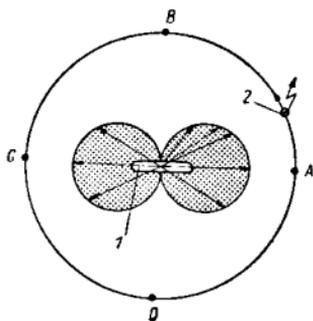

Bild 9. Empfangscharakteristik eines Peilrahmens (1 — Peilrahmen; 2 — Sender, in gleichem Abstand auf einer Kreisbahn um einen Rahmen geführt)
Es gibt jedoch ein verblüffend einfaches Mittel, um schon von einem Standort aus die genaue Richtung zu bestimmen (Seitenbestimmung). Wir haben bisher nur das magnetische Feld für unsere Peilungen herangezogen. Das elektrische Feld kann aber ebenfalls für Empfangszwecke ausgenutzt werden. Eine einfache Stabantenne spricht auf das elektrische Feld an und gibt ebenfalls eine Spannung an unsere Empfänger ab. Schaltet man nun Rahmen- und Stabantenne gleichzeitig an den Empfänger, können die Spannungen beider Antennen zueinander so gerichtet sein, daß sie sich gegenseitig verstärken (Addition zweier gleichgerichteter Komponenten): der Empfang wird lauter. Sie können aber auch einander entgegengerichtet sein und sich so zum Teil oder auch völlig aufheben. In diesem Fall wird der Empfang leiser. Gerade diese Tatsache ermöglicht uns aber die genaue Richtungs- bzw. Seitenbestimmung. Zum besseren Verständnis wollen wir uns an Hand einiger Skizzen klarmachen, wie der Verlauf der Empfangsspannung bei einer Rahmenantenne und bei einer Stabantenne in Abhängigkeit von der Senderichtung aussieht. Steht der Peilrahmen fest und wird um ihn herum in gleichmäßigem Abstand ein Sender bewegt (das kann z. B. ein Sender in einem Flugzeug sein), so kann man die am Peilrahmen auftretende Empfangsspannung richtungsabhängig zum Sender auftragen und erhält ein Diagramm, das typisch für einen Peilrahmen ist (Bild 9). Die Länge der im Diagramm
Ist die Schwingkreisspule auf einer Seite des Ferritstabes angebracht, so können Verschiebungen der Minima zueinander auftreten (Minima sind nicht genau um 180 Grad versetzt). Über das Zusammenwirken von Ferritstab und Hilfsantenne gilt das gleiche wie unter Punkt 3.16 Gesagte. Es ist nur darauf zu achten, daß der Ferritstab senkrecht zu den in Bild 9, 11, 12 und 13 gezeigten Stellungen des Peilrahmens (1) steht.